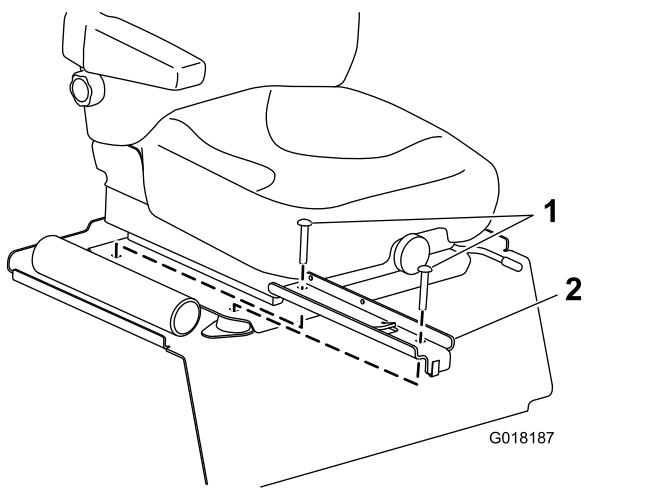

図3
1. ジョイステイックポッド取り付けブラケットにある前穴にクリップを取り付ける図3。
2. シートプレートの右側に、ジョイステイックポッド取り付けブラケットを取り付ける図3長いキャリッジボルトと、ステップ32 ジョイステイックのワイヤハーネスを配設する(ページ3)で外したナットを使用する。